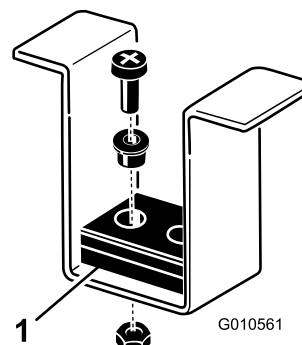

Figura 10
8. Compruebe que los pasadores de ajuste de la altura de corte delanteros descansan correctamente sobre los tacos de goma del bastidor (Figura 10). Si no están correctamente apoyados, coloque uno o más suplementos debajo del taco de goma para elevarlo y obtener la alineación correcta.